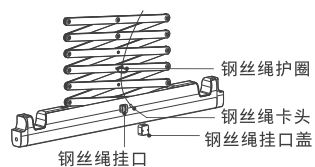

图5
2. 如图5，将钢丝绳穿过钢丝绳护圈，再将圆锤头套入钢丝绳挂口的卡孔内，并用钢丝绳挂口盖卡住。